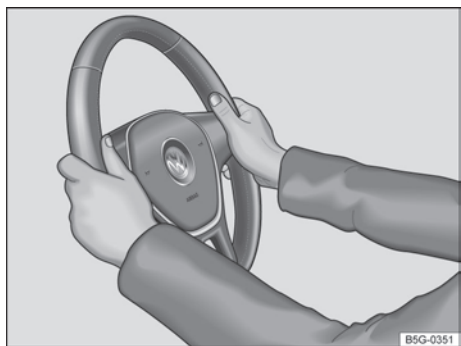

Fig. 63 No volante: posição 9 e 3 horas.
- Ajustar a posição do volante de forma que possa segurá-lo lateralmente pela borda externa nas posições de 9h e 3h → Fig. 63 com ambas as mãos e os braços ligeiramente dobrados.
- Empurrar a alavanca ① sempre pelo manipulador com firmeza para cima após o ajuste, para travar a posição do volante.
- Durante a condução, sempre segurar o volante com ambas as mãos lateralmente na borda externa nas posições de 9h e 3h → Fig. 63, para reduzir ferimentos causados por um acionamento do airbag frontal do condutor.